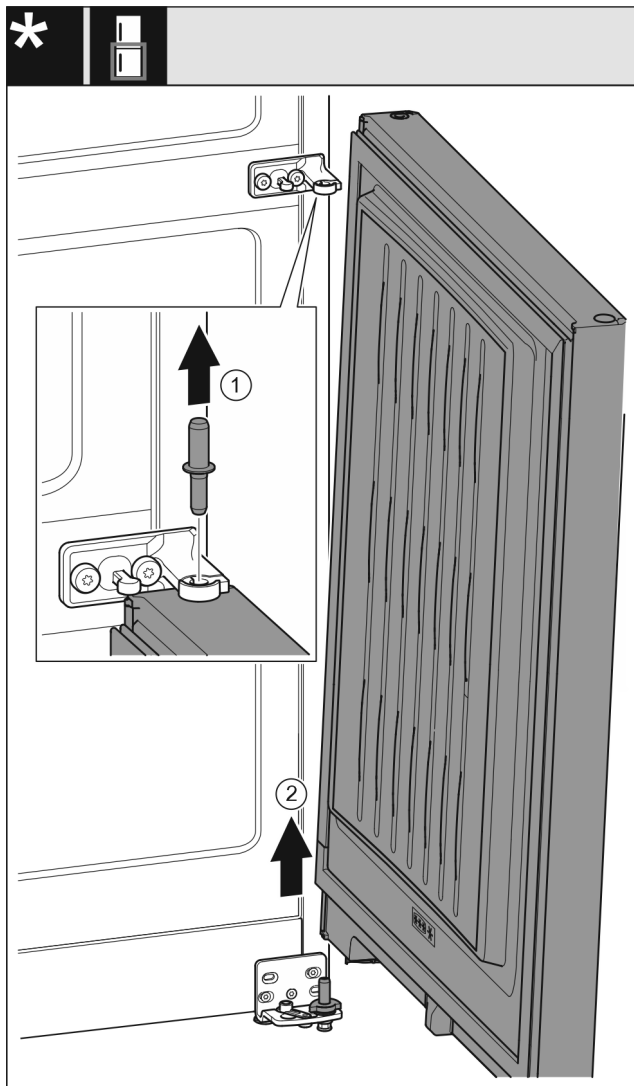

Fig. 31 Без амортизатора закрывания двери\*
- ▶ Извлеките палец Fig. 31 (1) движением вверх.\*
- ▶ Отведите дверь Fig. 31 (2) в сторону, потяните вверх и оставьте ее.\*